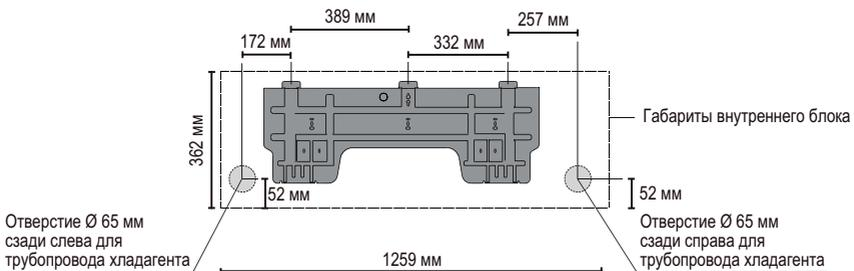

Рис. 2
1. Выполните разметку под отверстие, расположенное слева или справа на монтажной пластине. Центр отверстия размечается при измерении расстояний, как показано на рис. 2.